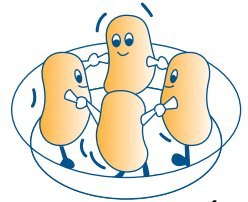

fig. 6
- 5) Si vous cuisez de nombreuses portions du même aliment, par exemple de pommes de terre bouillies, **placez-les en cercle** dans un plat afin d'obtenir une cuisson uniforme (fig. 6).